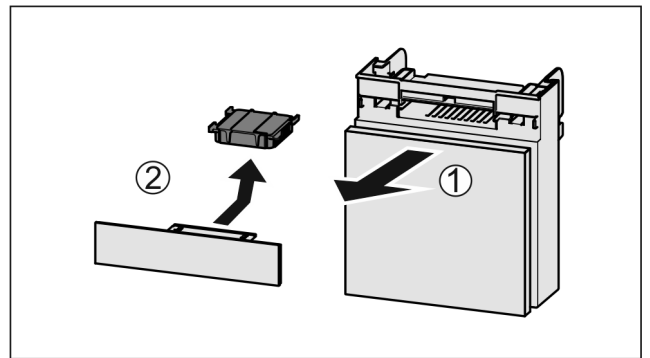

Fig. 127
- ▶ Extraire le compartiment par l'avant Fig. 127 (1).
- ▶ Sortir le filtre à charbon actif Fig. 127 (2).